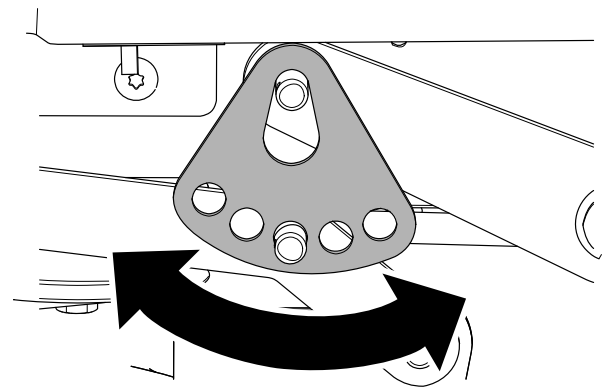

Figura 70
7. Gire la pletina de altura de corte hasta un orificio diferente, de modo que sostenga el peso de la carcasa de corte después de instalar la pletina (Figura 70).
8. Instale la arandela y la chaveta (Figura 70).